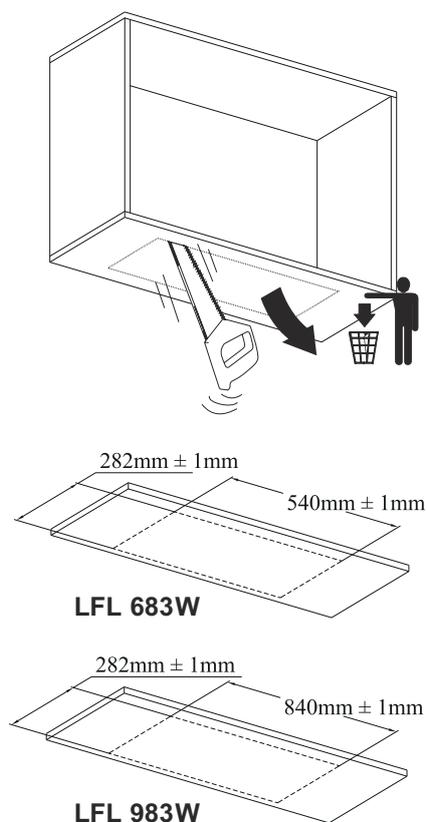

Fig. 13
1. Cortar la superficie de la campana a montar en las dimensiones especificadas. Sigue las instrucciones de corte de la superficie donde se montará la campana extractora en (Fig. 13).